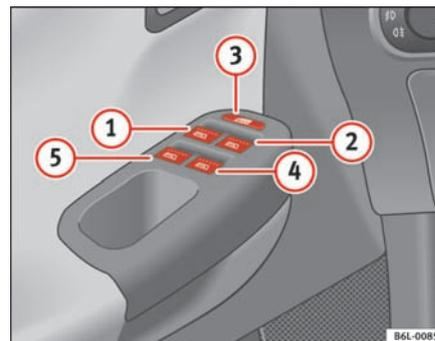

Fig. 51 Detalle de la puerta del conductor: mandos para las ventanillas delanteras y traseras
Las teclas ⇒ página 89, fig. 51 ① y ② tienen dos posiciones para la apertura de las ventanillas y otras dos para el cierre. De este modo es más fácil controlar las operaciones de apertura y cierre.